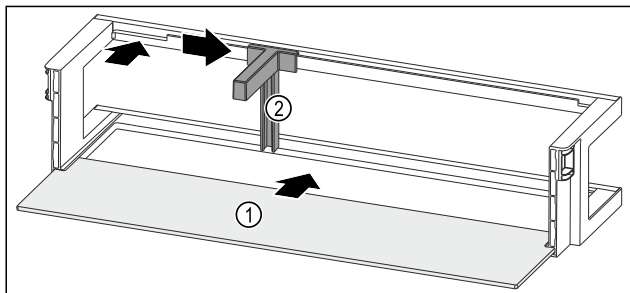

Fig. 152 Balconcino controporta con ripiano
- Inserire il ripiano Fig. 152 (1) negli incavi laterali.
- Inserire il fermabottiglie Fig. 152 (2) nell'incavo.
- Fare scorrere il fermabottiglie Fig. 152 (2) lateralmente alla posizione desiderata.